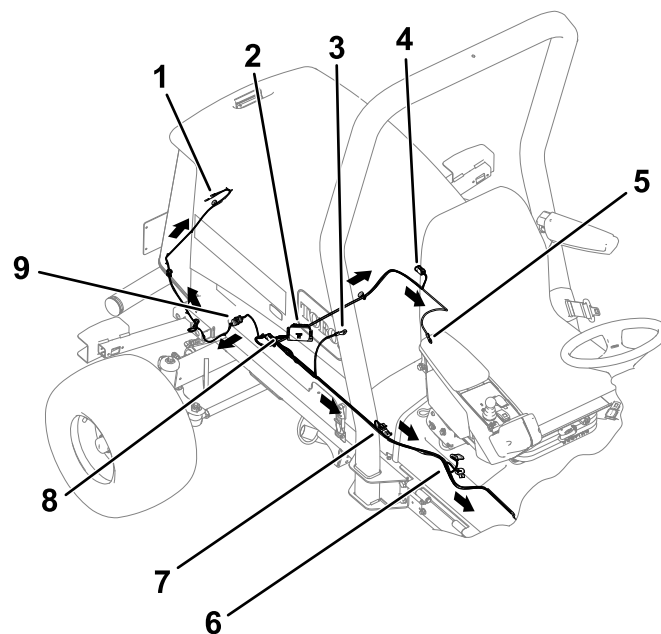

**Figur 15**
- Fastgør sikringsblokkens beslag til motorens monteringsstel på maskinens højre side med 2 flangebolte (5/16" x 1") og 2 flangemøtrikker (5/16") (Figur 15).
3. Fastgør sikringsblokken til sikringsblokkens beslag med 2 flangebolte (M6) (Figur 15).
4. Monter sikringsmærkaten på sikringsblokkens dæksel (Figur 15).